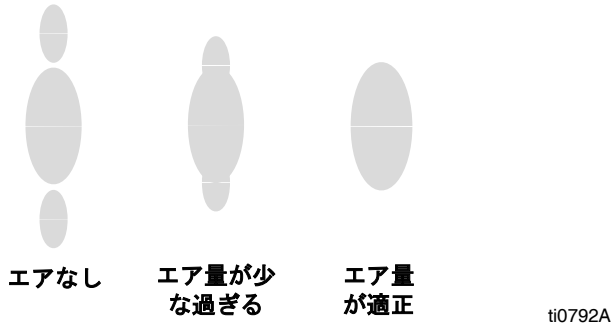

図 7. スプレーパターンの問題
2. 図 7 を参照ください。引き金を引いたときの噴霧化エアの圧力を約 5 psi (35 kPa、0.35 バール) に設定します。スプレーパターンを確認し、端が完全な霧状となってスプレーパターンに入るまで、ゆっくりとエア圧力を増加させます。ガンに対するエア圧力が 100 psi (0.7 MPa、7 bar) を超えないようにしてください。
3. 図 7 を参照ください。パターンを狭くするには、パターン調整バルブノブ (AA) を反時計回り (アウト) に回します。パターンが十分に狭くならない場合は、ガンへのエア圧力をわずかに増やすか、異なるサイズの先端を使用します。